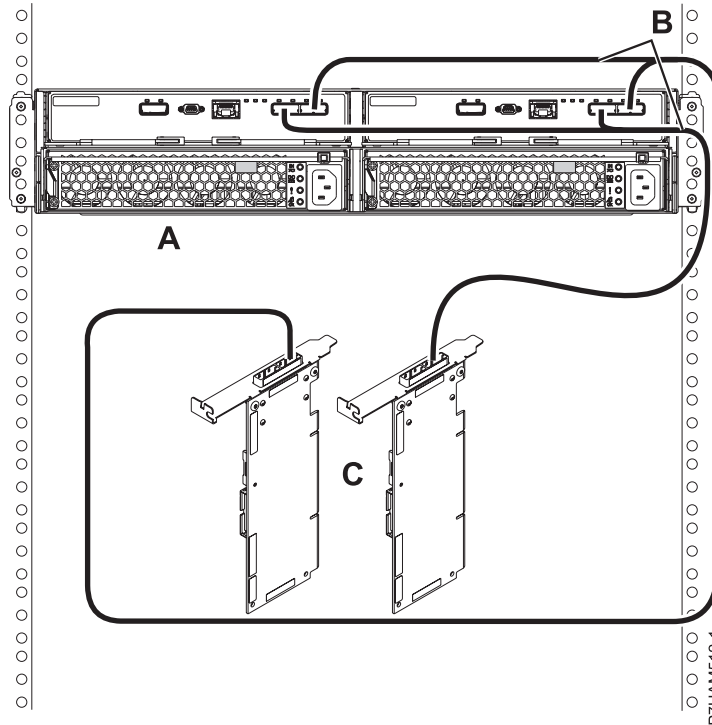

Figure 29. Mode 1 de connexion d'un boîtier d'unité de disque 58/87 via des câbles YO à une paire d'adaptateurs SAS
- j. Effectuez la connexion de mode 1 d'un boîtier d'unité de disque 58/87 (A) via des câbles YO (B) vers une paire d'adaptateurs SAS (C), comme illustré dans la figure 29, à la page 28.